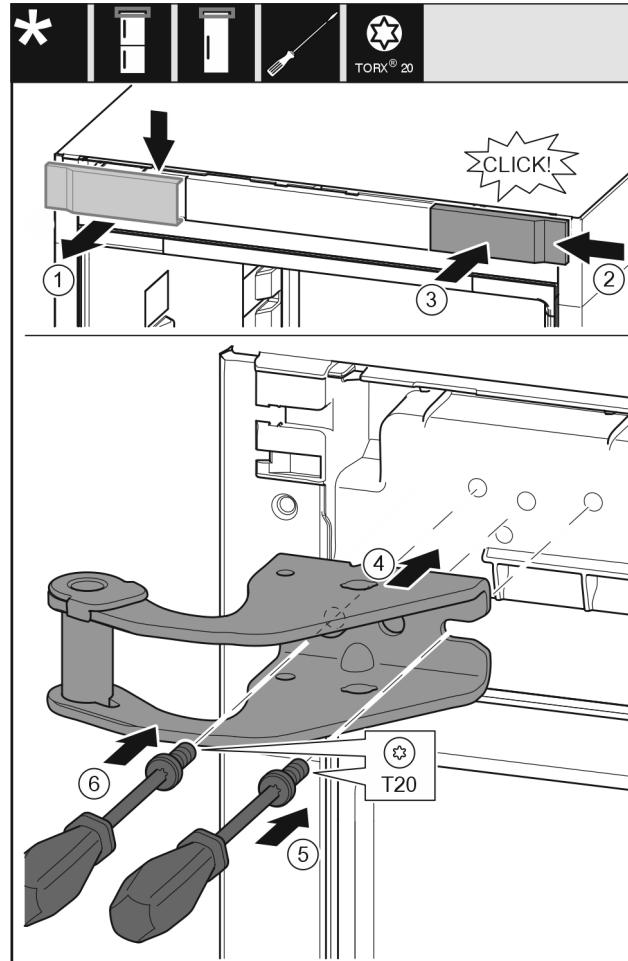

Fig. 10
- ▶ Свалете капака от горе напред. *Fig. 10 (1)*
- ▶ Закачете капака, завъртян на 180°, от другата страна отляво. *Fig. 10 (2)*
- ▶ Фиксирайте капака. *Fig. 10 (3)*
- ▶ Поставете горната лагерна стойка. *Fig. 10 (4)*
- ▶ С отвертка T20 поставете винта и го затегнете. *Fig. 10 (5)*
- ▶ С отвертка T20 вкарайте винта и го затегнете. *Fig. 10 (6)*